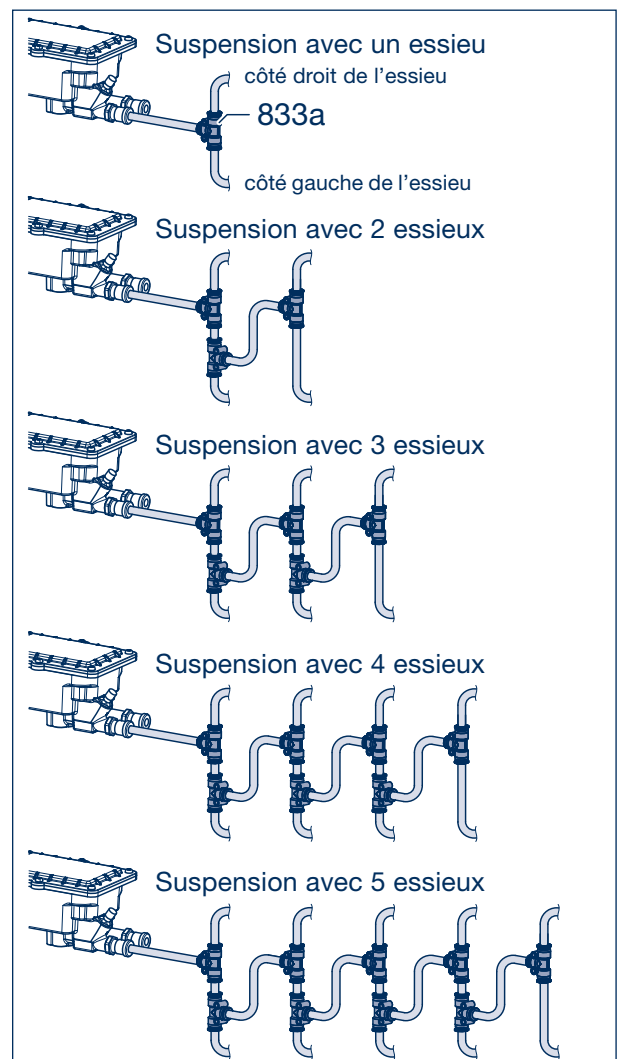

Figure 30
- [2] Brancher les conduites d'air comprimé (Ø 8 x 1 mm) dans le raccord 1 du boîtier de commande 141 et les connecter à la pièce en T AirSave sur l'essieu. Si le véhicule comporte d'autres essieux, une pièce en T supplémentaire doit être intégrée dans le circuit pneumatique, voir figure 30. Il ne peut y avoir plus de 5 essieux par boîtier de commande. À partir de 6 essieux, il convient d'installer un deuxième boîtier de commande.